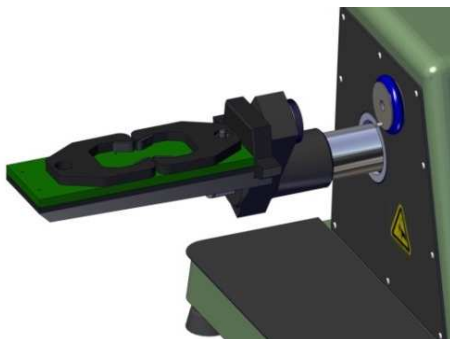

Figura 5.8.2
3. Posizionare la ganascia di sinistra e il ponte di trazione sulla superficie superiore della base dell'accessorio di trazione (Figura 5.8.2). Far scorrere delicatamente il perno del ponte nel foro posto al centro del supporto-morsa fisso (Figura 7.3, particolare 11).